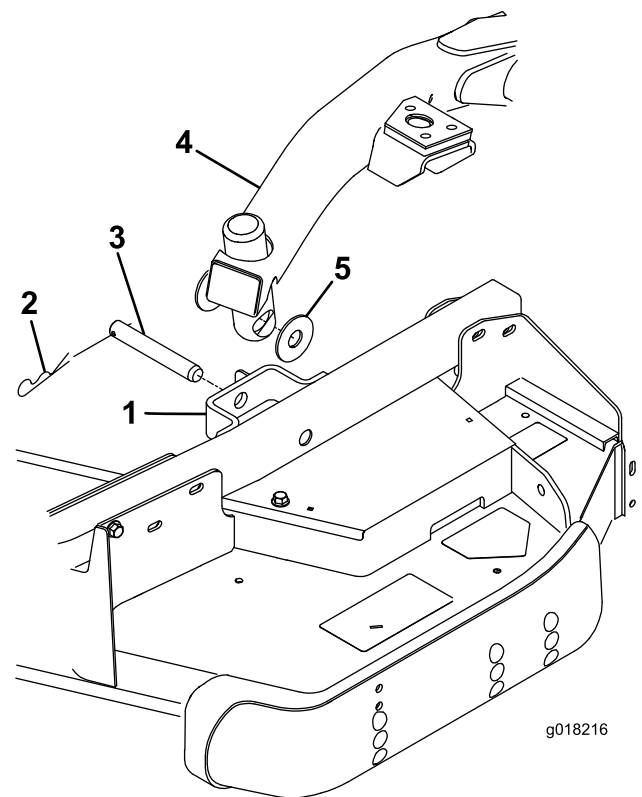

Bild 26
4. Drücken Sie den Hubhebel nach vorne in die SCHWEBE-Stellung. Drücken Sie einen Hubarm nach unten, bis die Löcher im Hubarm mit den Löchern in der Laufradarmhalterung ausgefluchtet sind, und die Schnitthöhenstange in die Hubarmpolster eingesetzt werden kann (Bild 26).
5. Befestigen Sie den Hubarm mit zwei Druckscheiben, einem Lastösenbolzen und einem Splint am Laufradarm; setzen Sie die Druckscheiben zwischen den Hubarm und die Halterung des Laufradarms (Bild 26) und setzen Sie das Ende des Splints in den in der Nase des Laufradarms ein, um den Splint zu befestigen.